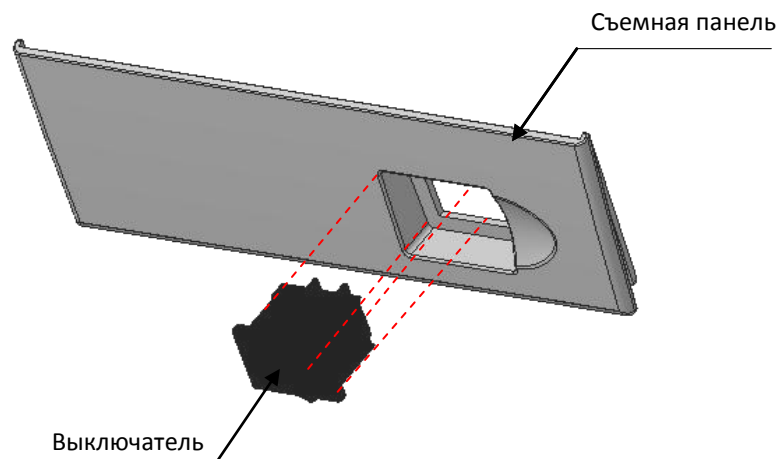

Рисунок 16. Установка выключателя сетевого кабеля с выключателем на съемной панели
- **Кабель сетевой с выключателем** (подробнее о сетевом кабеле смотрите в «Альбоме схем») вставляется в прорезь (отверстие) с внешней стороны передней съемной панели нижней части корпуса изделия и протягивается до упора, при этом выключатель сетевого кабеля необходимо плотно зафиксировать на съемной панели таким образом, чтобы знак «О» выключателя располагался слева (смотрите рисунок 16 на странице 18).